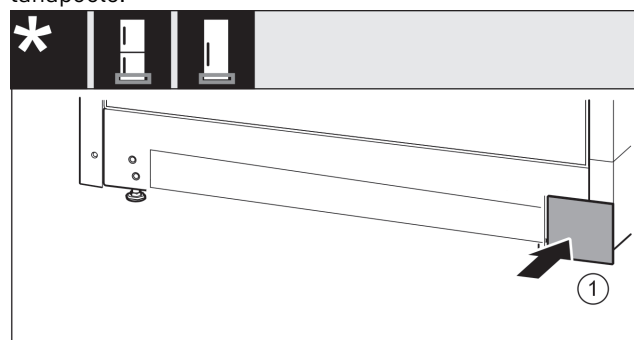

Fig. 17
- ▶ Pange kate Fig. 17 (1) teisel küljel taas peale.